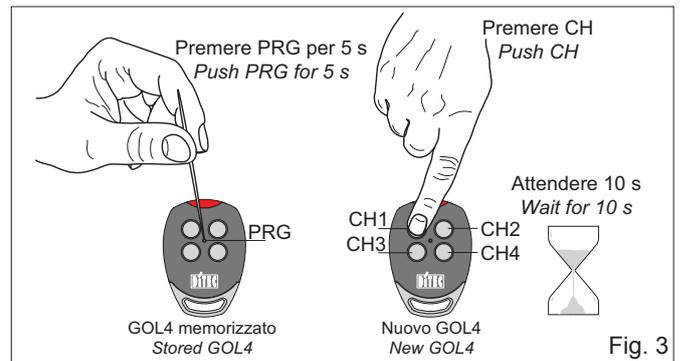

Fig. 3
5. MEMORISATION A DISTANCE GOL4 (fig. 3)
5. FERNSPEICHERUNG GOL4 (Abb. 3)